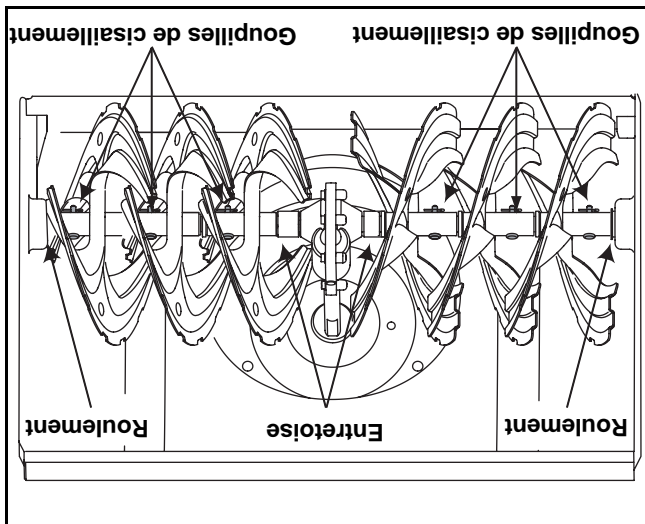

Figure 21 - Tarrière de 30 po illustrée.
- Enlevez les goupilles de cisaillement sur l'arbre de la tarière, au moins une fois par saison. Vaporisez un lubrifiant à l'intérieur de l'arbre et autour des entretoises. Lubrifiez aussi les roulements à bride trouvés à chaque extrémité de l'arbre de la tarière. Voir la Figure 21.